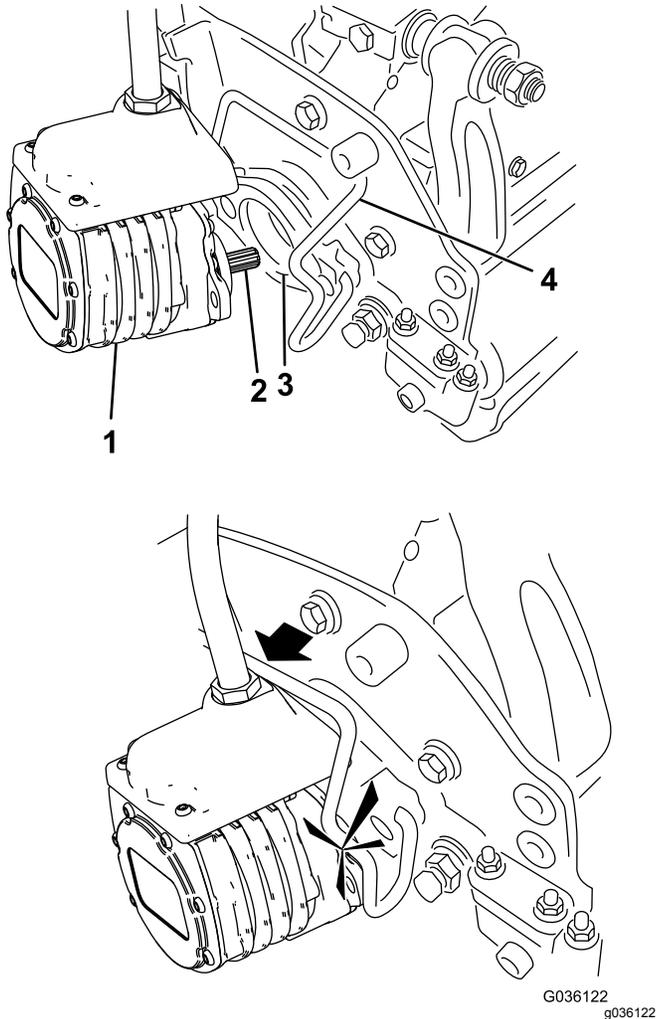

図 54
- カッピングユニット用モータのスプラインシャフトにきれいなグリスを塗りつける 図 54。
- モータを、カッピングユニットの左側運転席から見てに取り付け、カッピングユニットについているモータ固定バーを、モータの上から被せるようにセットし、モータの左右から「カチッ」というロック音が聞こえるまで押し下げる 図 54。